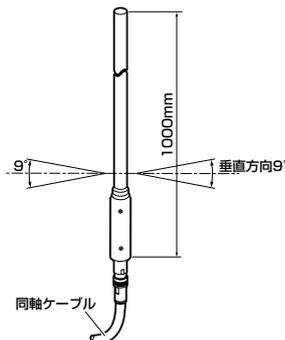

図 6 スリーブアンテナ形状
- WR-OP06 スリープアンテナ（図 6）
約 1m の棒形状のアンテナです (図 6)。スリーブアンテナは、先端を上に向け、垂直に設置してください。